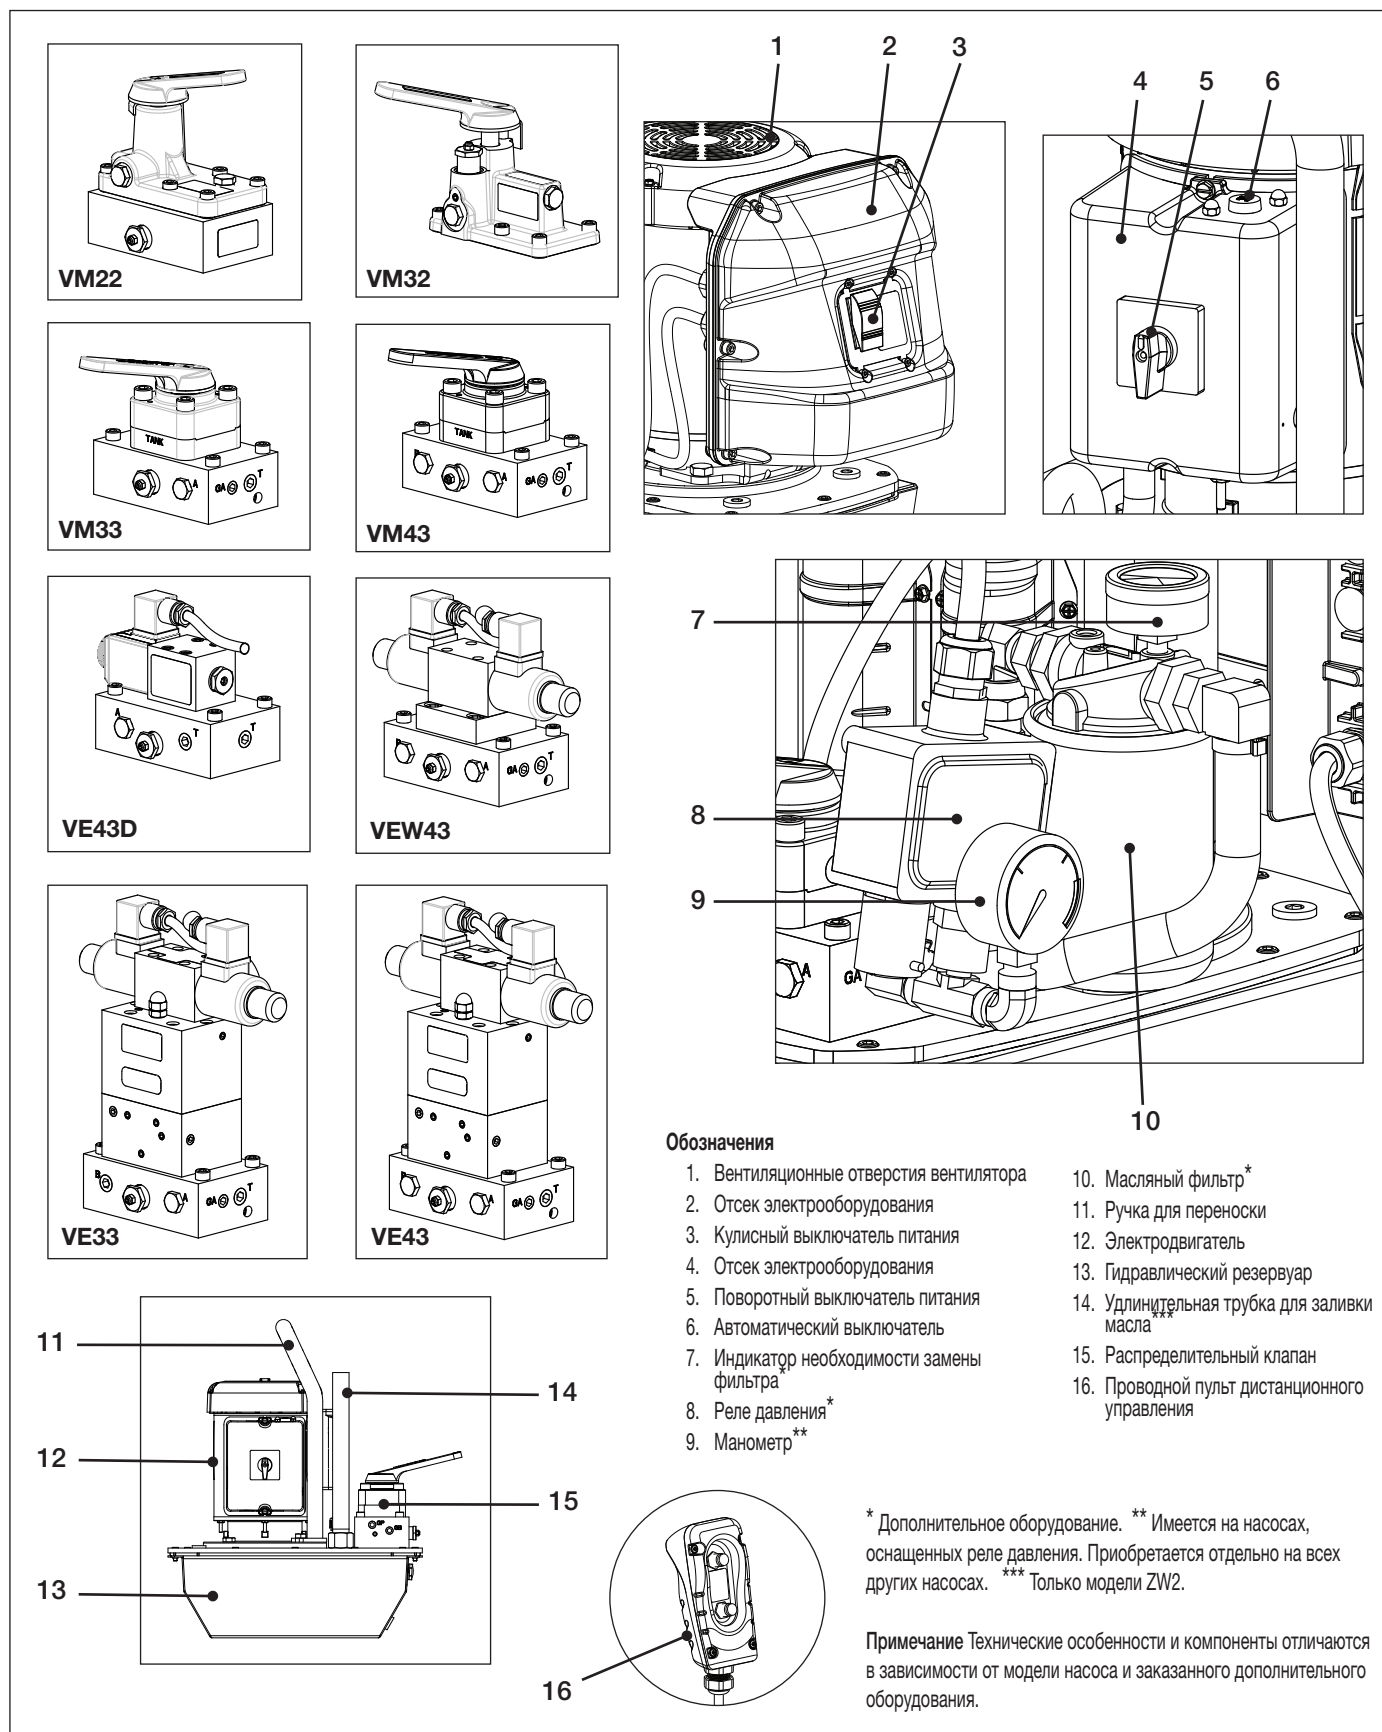
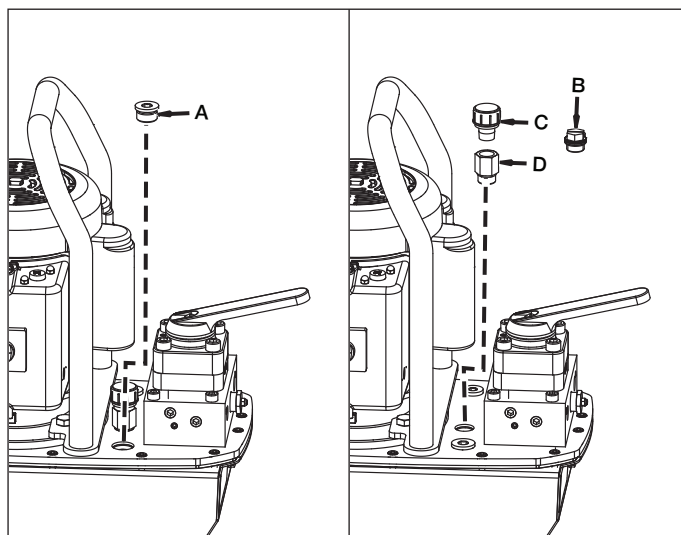

Рисунок 1: Насосы серии ZE2 и ZW2
Рисунок 3: Заливная пробка и сапун резервуара
Если уровень масла недостаточный, снимите заливную пробку (A) с крышки насоса и долийте масло по мере необходимости. См. Рисунок 3. Имейте в виду, что модели ZW2 оснащаются удлинительной трубкой для заливки масла, которая показана на Рисунок 1.
В крышке насоса установлена транспортная заглушка (B). См. Рисунок 3.